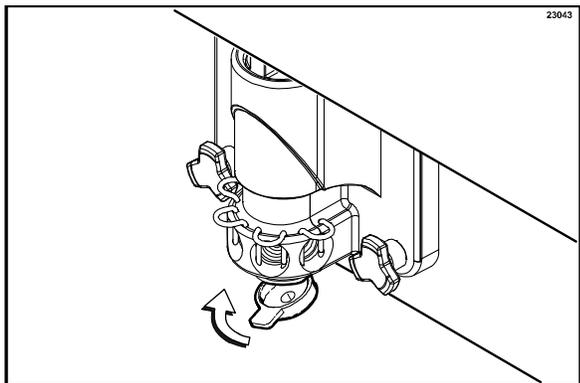

图 126
16. 将限流盖盖在门出料口的端部并安装糖浆阀固定插锁。（见图 126。）